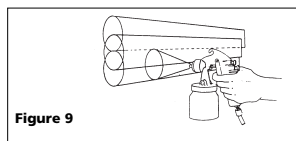

Figure 9
- Ne faire chevaucher les différentes applications que très légèrement pour obtenir une couche uniforme (Voir Figure 9).